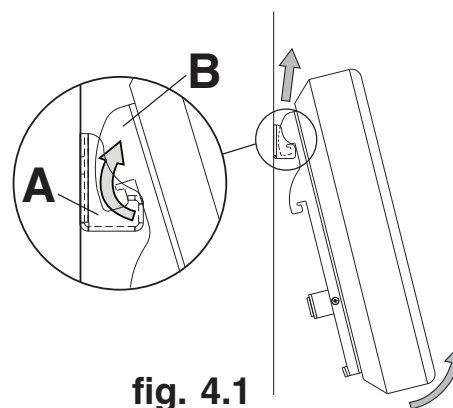

fig. 4.1
- 4** Pour enlever l'écran de la monture, faites pivoter lentement le bas de l'écran pour l'écarter du mur et pousser légèrement le haut de l'écran vers le mur pour désengager les crochets des supports verticaux (B) de la plaque murale (A) Soulevez l'écran pour l'écarter du mur, comme illustré à la figure 4.1